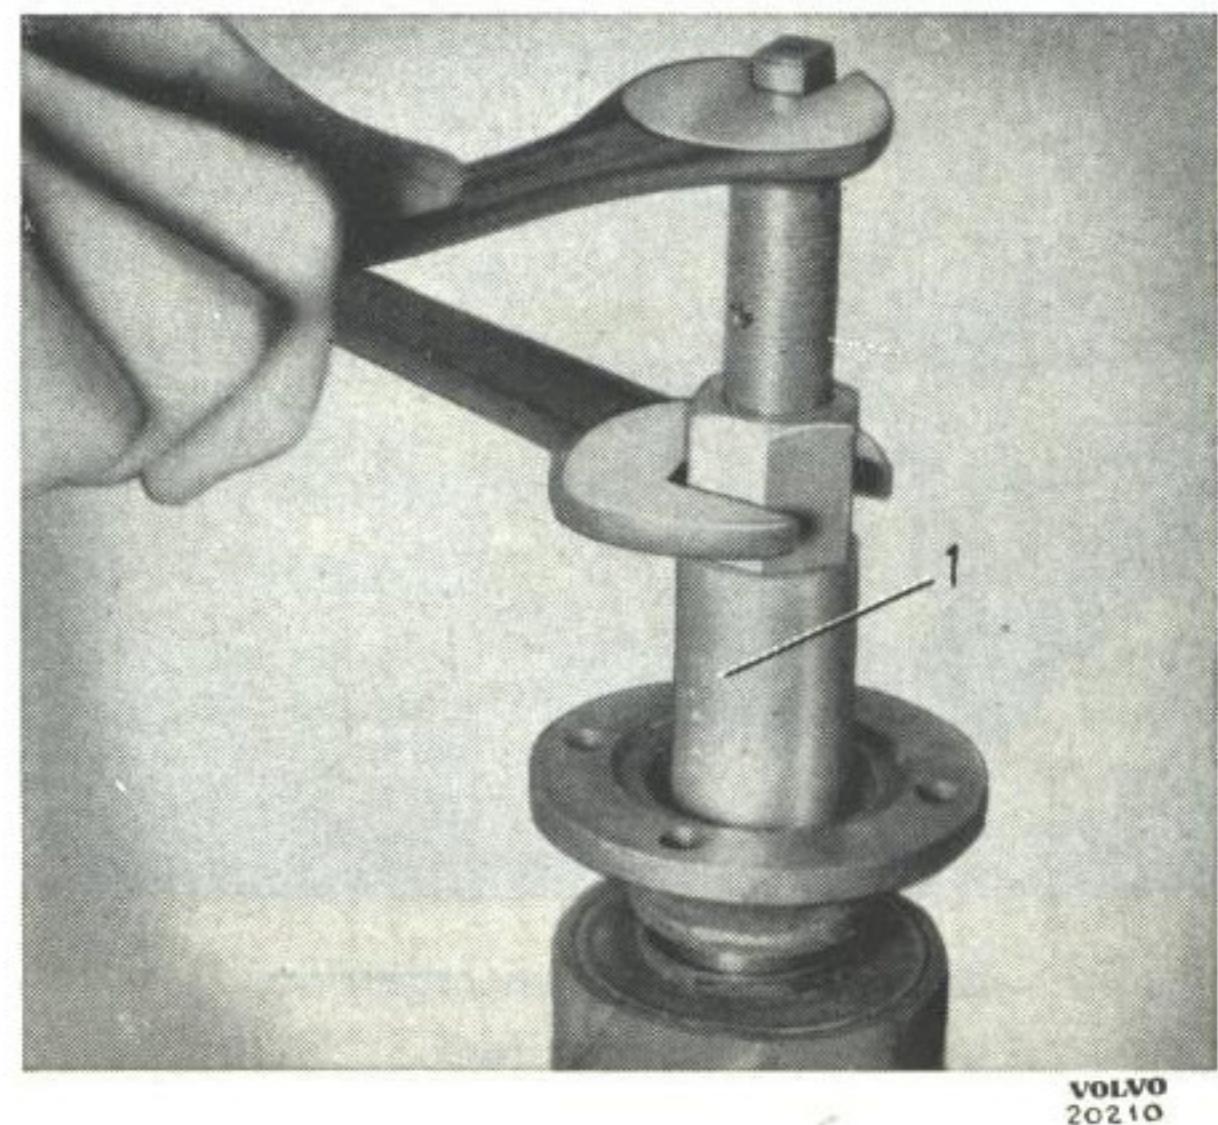

Bild 9. Mont. av medbringare.
4. Pressa på medbringaren med hjälp av verktyg SVO 2304 (5/8"—18 gänga) eller SVO 4049 (18×1,5 mm gänga), se bild 9.
8. Montera plåtbricka (19) och tätningring (20) med packning. För tätningringen användes verktyg SVO 2410, se bild 8. Därefter pressas medbringaren på med hjälp av pressverktyget, se bild 9. Montera bricka (24) och mutter (22), vilken skall dragas med det moment som är angivet i specifikationerna.